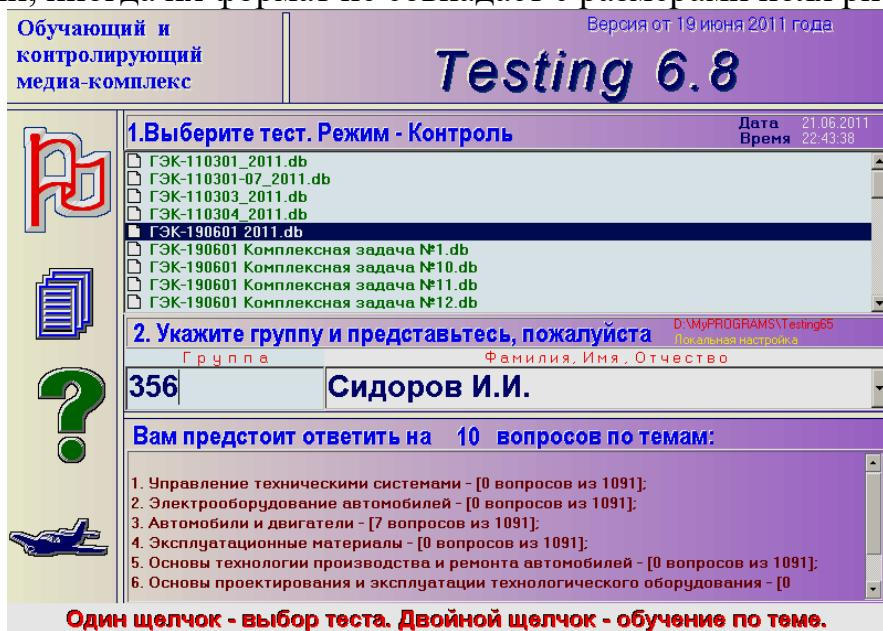

Рисунок 6.1 – Главное окно программы «Testing-6»
- a) Для запуска программы «Testing-6», обучающемуся следует щелкнуть по картинке-заставке, после чего она исчезнет и в центре экрана появится список тестовых заданий (рисунок 6.1). Далее кликом мышки надлежит выбрать нужное тестовое задание. Рядом с наименованием темы указывается число вопросов, на которое предстоит ответить.